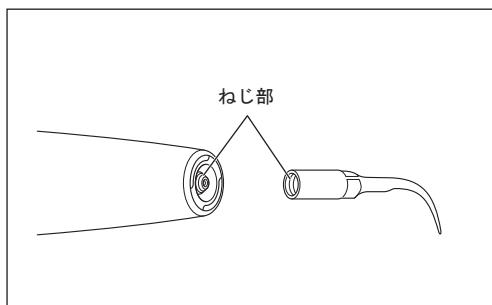

図14
- 1) ハンドピース、チップのねじ部に、ごみが付着していないか確認します（図14）。